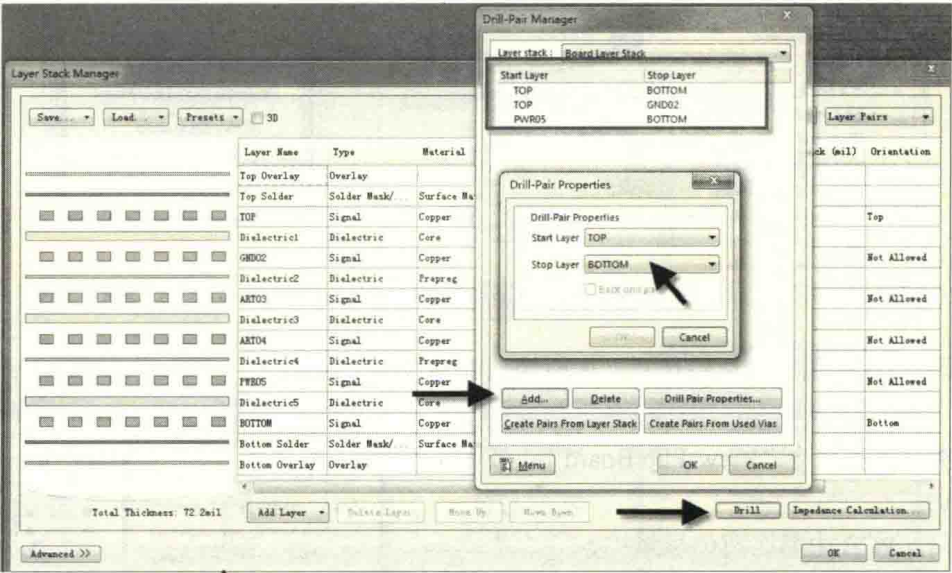

图 15-46 钻孔类型的添加
(2) 按快捷键“DK”，进入叠层管理器，如图 15-46 所示，添加钻孔类型，如 TOP-GND02、TOP-ART03、GND02-ART03。